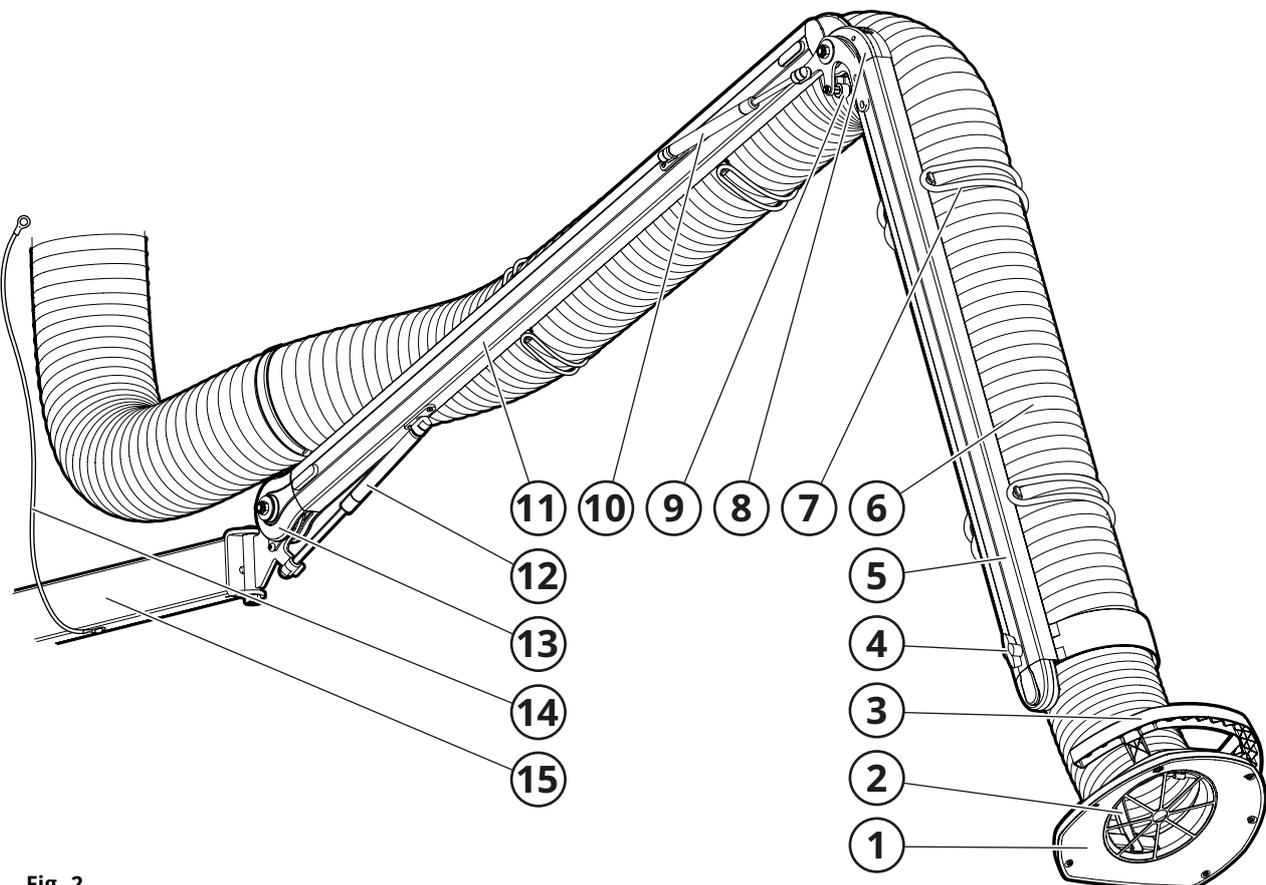

Fig. 2
Siehe Fig. 2.
Der Punktabsauger wird standardmäßig an einer Wandhalterung montiert (15, Fig. 2) und hat außenseitig angebrachte Tragarme (5, 11). An den Gelenken (8, 13) sind Gasfedern (10, 12) angebracht, die das Eigengewicht des Arms ausgleichen. Der Armwiderstand wird am jeweiligen Gelenk geregelt. Die Haube (1) ist für maximale Saugleistung ausgelegt und ideal zum Absaugen von Gas und Staub geeignet, und verfügt über einen Handhaben (3) für eine einfache Bedienung.